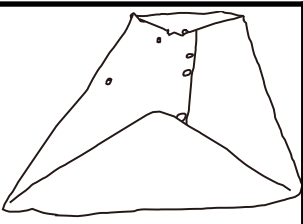

IMAGEN 2
Paso 1. Pliegue los lados que sobresalen dentro para conseguir una forma rectangular (IMAGEN 2).